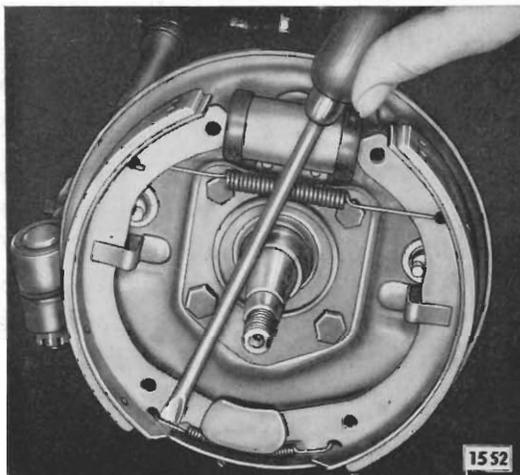

Bild 12 - Untere Rückzugfeder aus Bremsbacke aushängen
3. Untere Rückzugfeder (11/7) mit einem Schraubenzieher, der am Achsschenkelzapfen abzustützen ist, aus Bremsbacke aushängen und abnehmen (Bild 12).